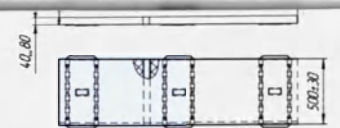

Рисунок 3. Носилки-матрац НМ-ММ
4.7. Носилки-матрац НМ-ММ 3 (см. рисунок 3) изготовлены из пенополиуретана в чехле из материала тентового с поливинилхлоридным покрытием с 6-ю ручками из ленты для перекладки и переноски пациента.